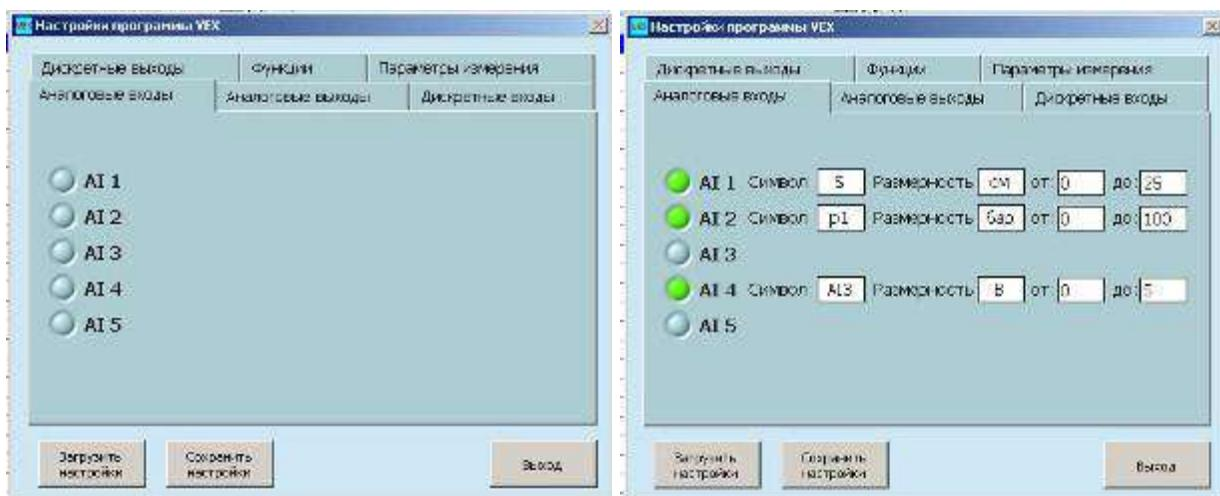

Рис. 9
- выделить файл VEX.exe и создать на рабочем столе ярлык для вызова программы (рис.9).
По умолчанию папка «Настройка программы» открывается на закладке «Аналоговые входы» (рис. 9, а)
Для активации аналогового входа, к которому подключен некий датчик (например, датчик перемещения), необходимо навести курсор на круглую кнопку, расположенную рядом с обозначением входа и нажать левую клавишу мыши. При этом цвет кнопки поменяется с серого на зеленый и откроются окна настройки данного входа: Символ, Размерность и окна для занесения крайних значений диапазона измерения (рис. 9, б; Аналоговый вход AI4).